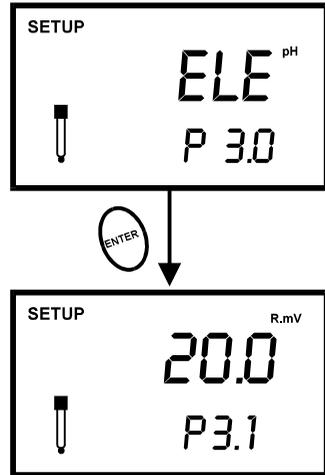

图 27 – 在 mV 测量模式中，查看电极偏移量
7. 在任何一点，您可以按 CAL/MEAS 键，返回到测量模式。参见图 27。